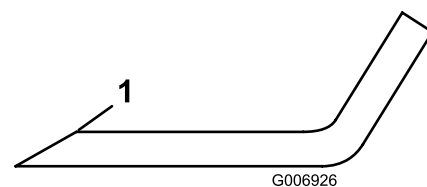

Figura 34
1. Affilate i taglienti da entrambe le estremità della lama con una lima (Figura 34). Rispettate l'angolazione originale. La lama conserva il proprio equilibrio soltanto se viene rimossa una quantità uguale di materiale da entrambi i taglienti.